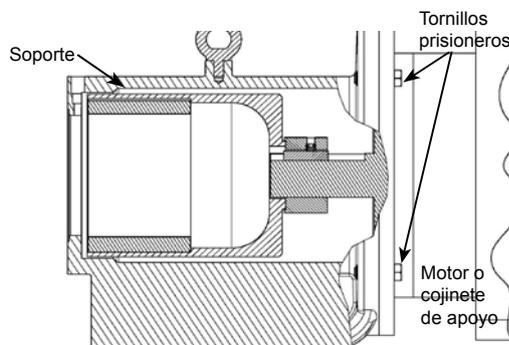

FIGURA 12
5. Debe poder inspeccionar visualmente los imanes exteriores desde el extremo del soporte. Si es necesario su retiro, comience retirando los (4) tornillos prisioneros (consulte la figura 12) y separe el soporte del motor o del cojinete de apoyo. Suelte los 2 tornillos de ajuste en el cubo de la carcasa exterior y deslice el conjunto de imán exterior para sacarlo del eje. Si la unidad cuenta con un cojinete de apoyo, consulte la página 8 para obtener información sobre el desmontaje del mismo.